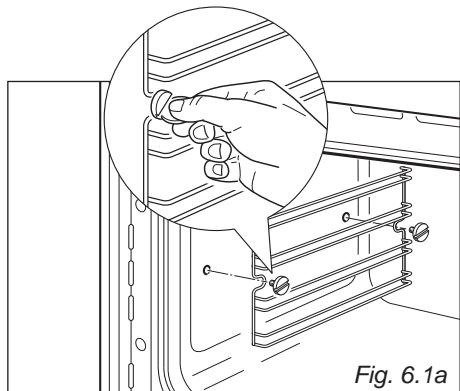

Fig. 6.1a
- Monter les châssis latéraux, en les fixant aux parois du four par 2 vis (fig. 6.1a).
- Vissez la grille latérale sur la paroi du four (fig. 6.1a).